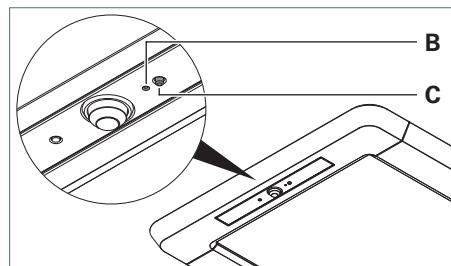
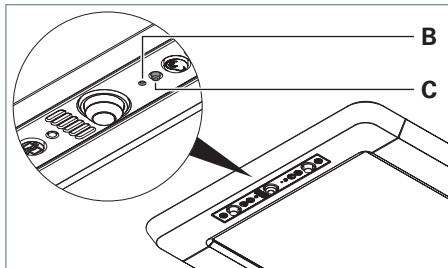

Fig. 19: Apprentissage de l'élément de commande, modèle R.
Fig. 20: Apprentissage de l'élément de commande, modèle RX.
- ▶ Appuyez sur la touche dans l'ouverture **B** avec l'extrémité d'un trombone courbé, voir Fig. 19 et voir Fig. 20.
- ▶ Appuyez sur la touche **C**, voir Fig. 19 et voir Fig. 20.
- ▶ Appuyez sur la touche **C** et maintenez-la enfoncée, voir Fig. 19 et voir Fig. 20.